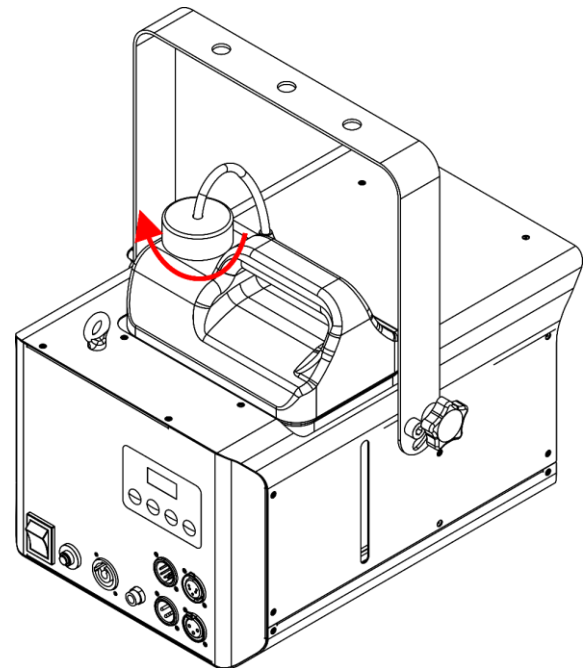

Fig. 13
08) Revissez le bouchon sur le réservoir de liquide, comme indiqué sur la Fig. 13.